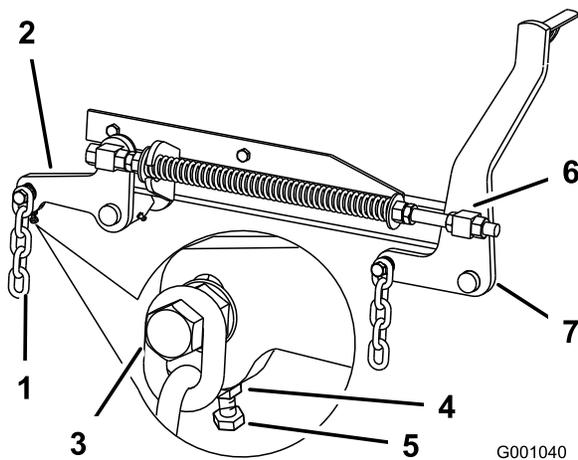

Figura 100
7. Si las medidas realizadas en las posiciones **B** o **C** no son correctas, afloje el perno que fija la cadena trasera al brazo de soporte trasero (Figura 100).
- Afloje la contratuerca situada debajo del brazo de soporte trasero y ajuste el perno de ajuste hasta obtener una medida de 80 a 83 mm ( $3\frac{1}{8}$ " a  $3\frac{1}{4}$ "); consulte Figura 100.
- Afloje las contratuercas del pivote delantero, en la parte delantera de los pivotes derecho e izquierdo, unos 13 mm ( $\frac{1}{2}$ " (Figura 100).
- Ajuste las tuercas de elevación en el lado izquierdo y derecho de la máquina hasta obtener una distancia de 6 a 10 mm ( $\frac{1}{4}$ " a  $\frac{3}{8}$ " menos en la parte delantera en **A** que en la parte trasera, en **B** (Figura 100).